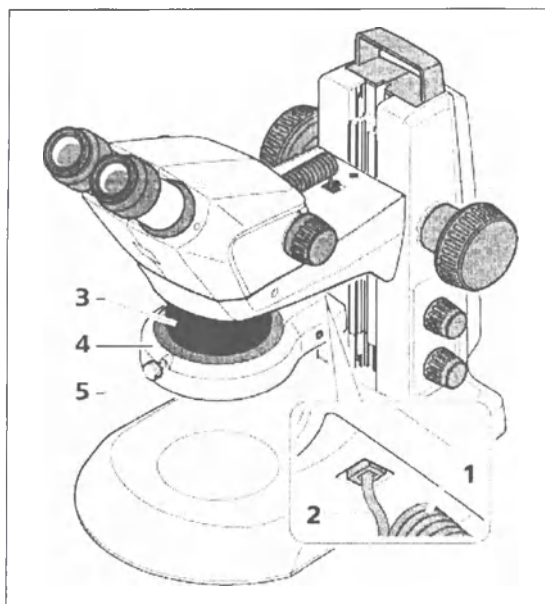

Рис. 13. Установка кольцевого осветителя на корпусе микроскопа
- Вставьте соединительный кабель (рис. 13/1) кольцевого осветителя (рис. 13/4) в нижнее гнездо (рис. 13/2) опоры Stemi и в гнездо кольцевого осветителя.
- Вставьте кольцевой осветитель снизу в корпус микроскопа (рис. 13/3) и закрепите его при помощи винта с накатанной головкой (рис. 13/5).